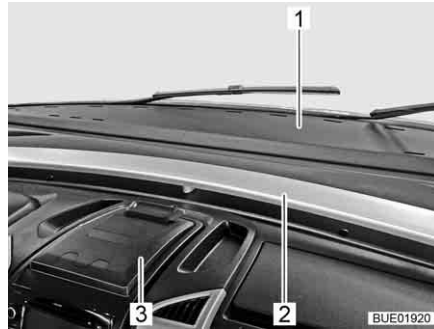

Bild 37 Hylla
- ▷ Föremål som papper (t.ex. reseguide, karta, parkeringsbiljett) och andra lösa föremål får endast förvaras på avsedd plats på instrumentbrädan. Lägg inga papper eller andra föremål på kåpan (Bild 37,2) eller i området framför kåpan (Bild 37,1) (i riktning mot vindrutan). Det gäller även när fordonet är parkerat.
I mitten av instrumentbrädan sitter det en uppfällbar hållare (Bild 37,3). Hållaren kan användas som pappersklämma. Genom att fälla upp en fjädrad vinkelklämma kan en smarttelefon eller surfplatta med en skärmstorlek på upp till 10" sättas fast.